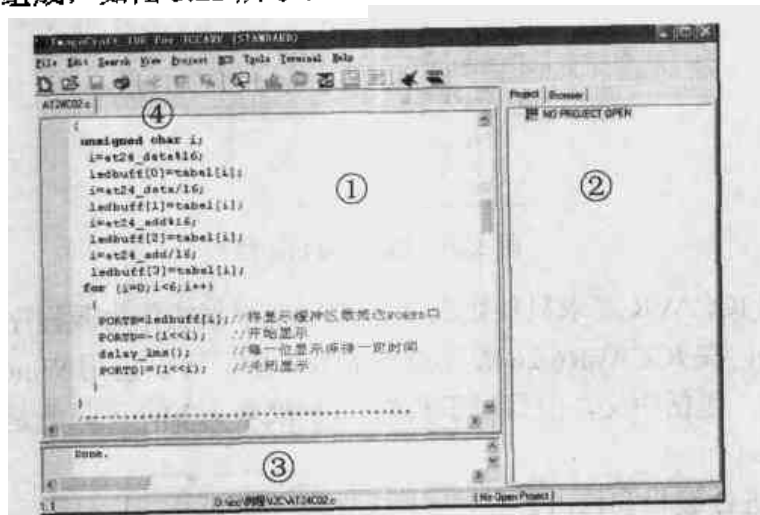

图 3.25 ICCAVR 的 IDE 窗口
启动 ICCAVR 后，就进入 IDE 环境。在 IDE 环境中，由编辑窗口、工程管理窗口、状态窗口和文件切换组成，如图 3.25 所示。
编辑窗口，如图 3.25 中①的区域，这是用户与 IDE 交流信息的主要区域，在这个窗口中可以输入并修改相应的文件，一般源程序的输入及修改都在这个窗口内完成。
工程管理窗口，如图 3.25 中②的区域，由工程栏“Project”和代码浏览器“Browser”
状态窗口, 在图 3.25 中③的区域, 显示 IDE 的工作状态及提示信息。
文件切换, 在图 3.25 中④的区域, 用于快速选择已打开的文件。